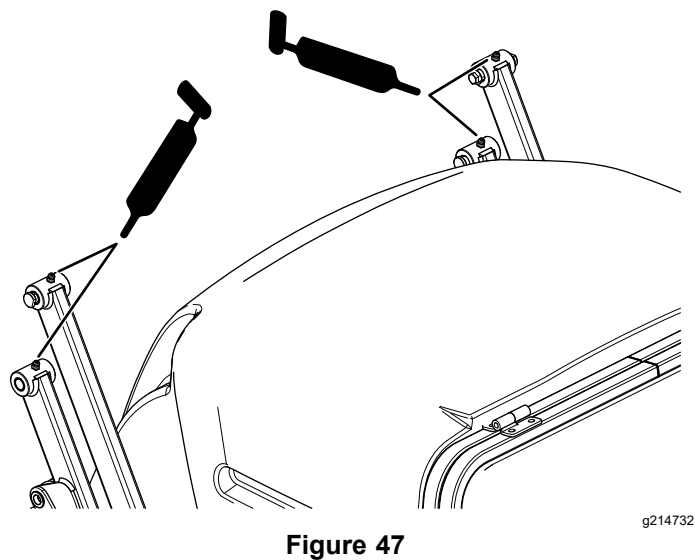

Figure 47
- Bras de trémie – points supérieurs (Figure 47)